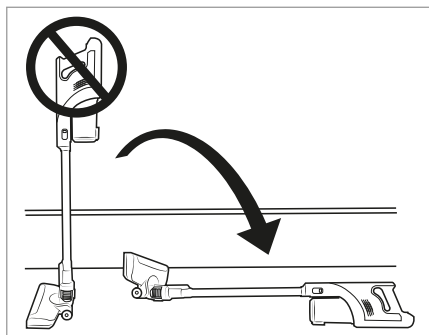

Fig. 9
- ▶ Nu așezați aspiratorul în poziție verticală atunci când, pentru un timp, doriți să îl opriți sau să îl lăsați din mână. Pentru aceasta, intro-duceți aspiratorul în suportul pentru perete **18** sau așezați-l pe podea (a se vedea fig. 9 și 10). În caz contrar, aspiratorul se poate răstur-na din cauza centrului său de greutate ridicat, se poate deteriora și, în anumite situații, poate deteriora alte obiecte la răsturnarea acestuia.